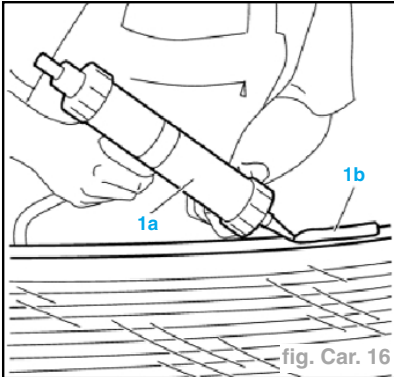

fig. Car. 16
- A l'aide d'un pistolet à air comprimé (**1a**), extruder très uniformément un cordon de mastic (**1b**) sur le périmètre de la lunette AR (fig. Car. 16).